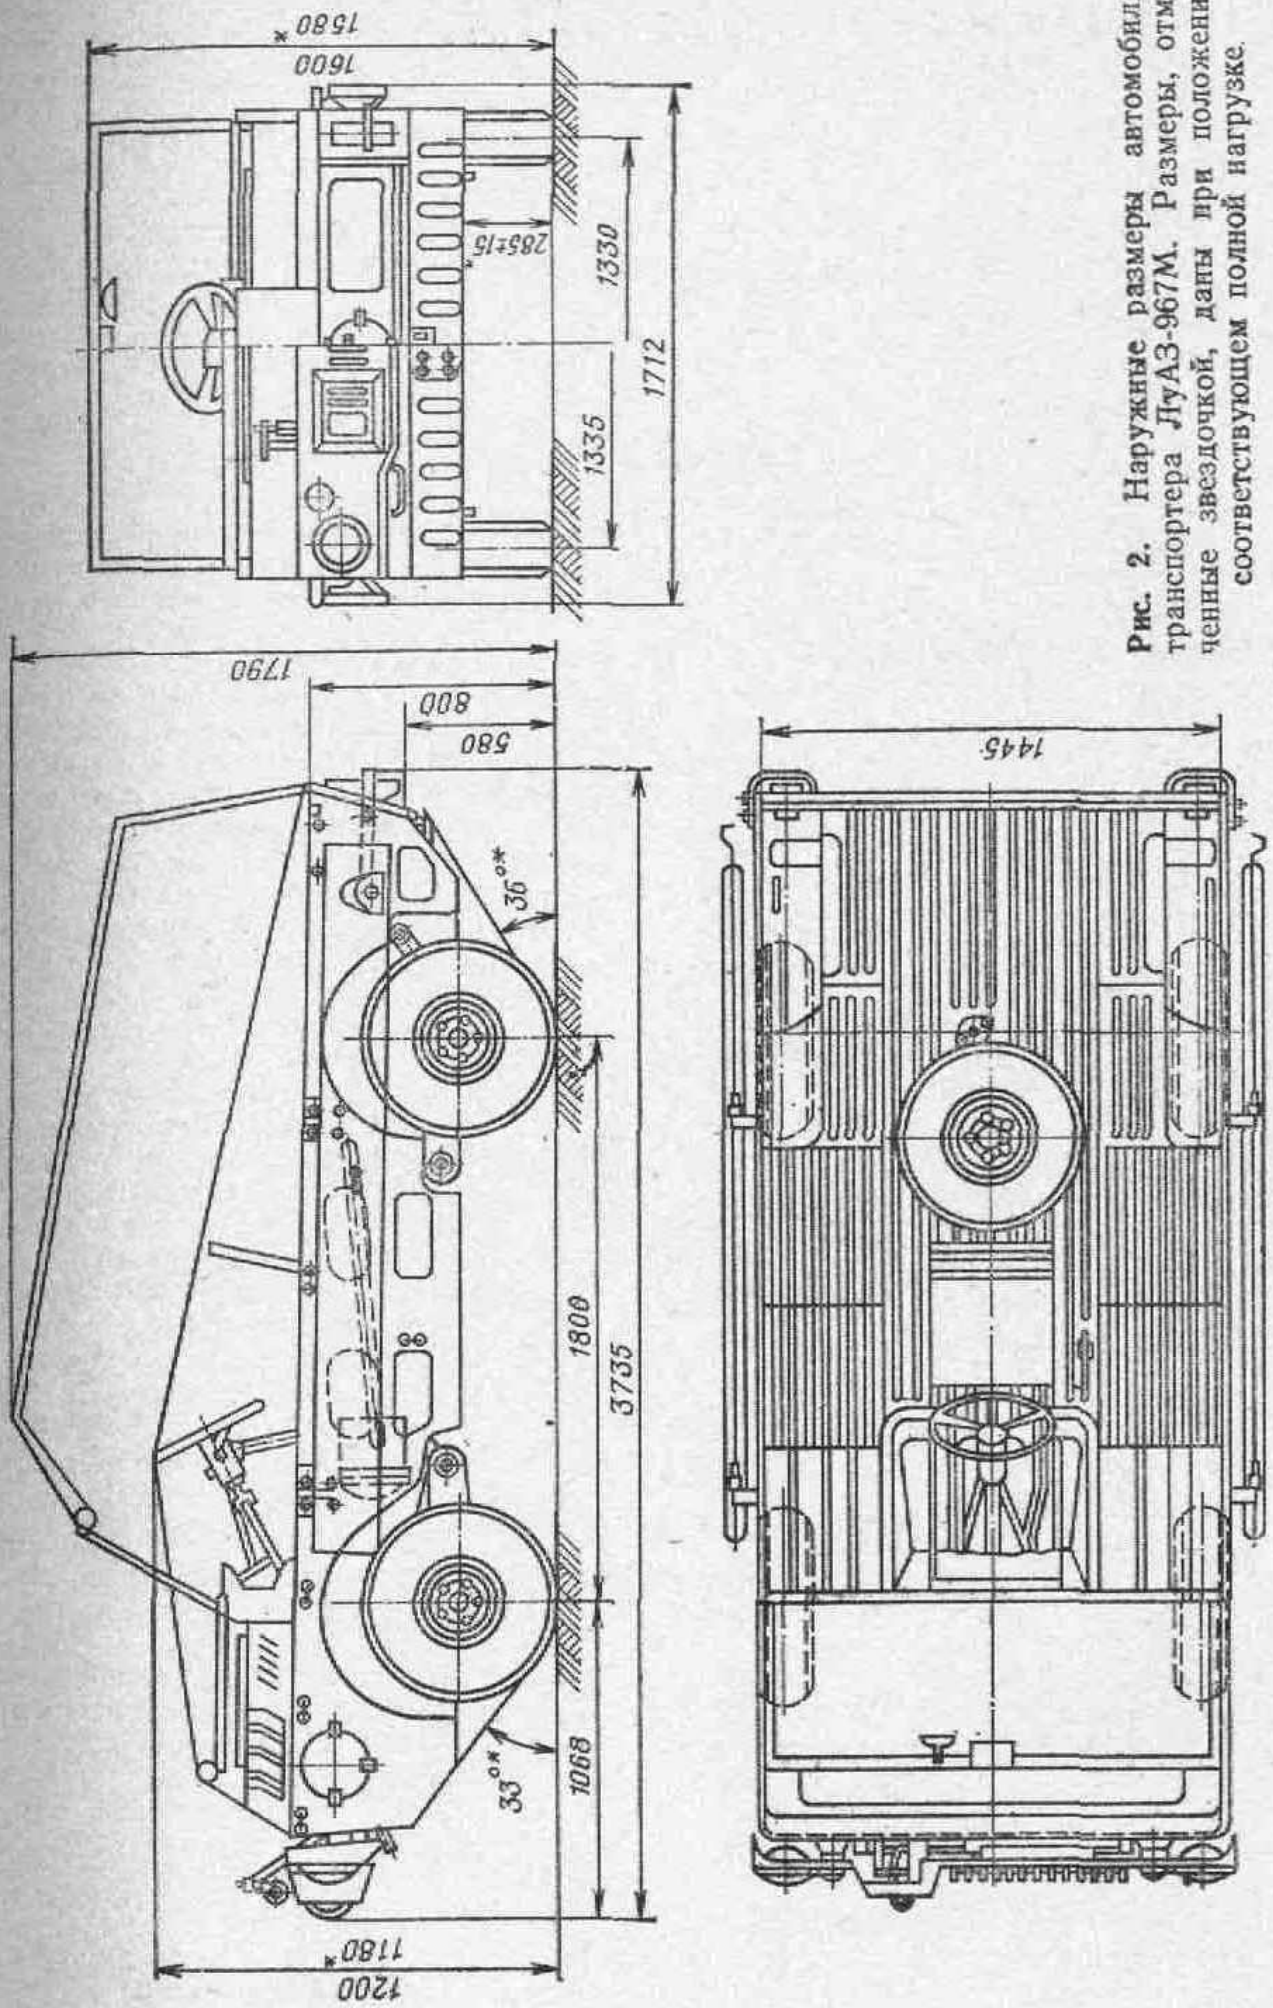

Рис. 2. Наружные размеры автомобиля-транспортера ЛуАЗ-967М. Размеры, отмеченные звездочкой, даны при положении, соответствующем полной нагрузке.
**Наружные размеры автомобиля, мм (рис. 2)**